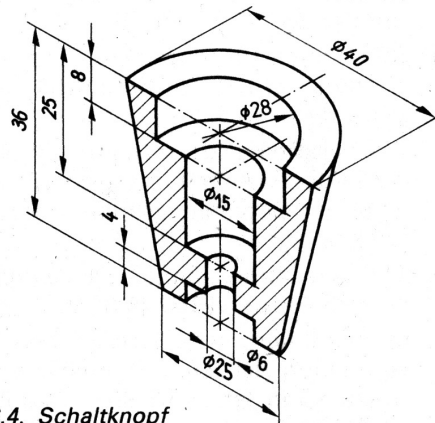

Bild 46.4. Schaltknopf
- ④ Skizziere den *Schaltknopf* im Vollschnitt (Bild 46.4.)! Nimm die Maßeintragung vor!